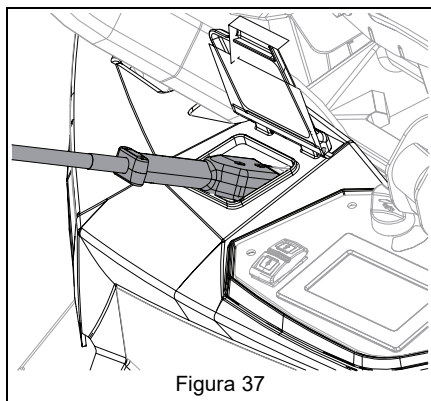

Figura 37
5. Collegare il connettore del caricabatterie alla presa di carica sull'unità. Vedere Figura 37.